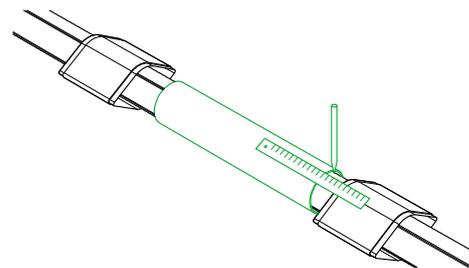

Рис. 4.8.4
- Используя линейку (рулетку), отцентрировать положение муфты относительно оси стыка; нанести маркером соответствующие риски (рис. 4.8.4).